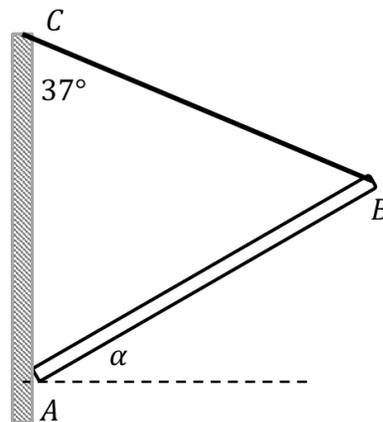

Fig. 4.12.
4.6.- Una barra homogénea de $90 (N)$ de peso y $3 (m)$ de longitud se mantiene en equilibrio apoyada por su extremo A sobre una pared rugosa. Su extremo B está unido a un cable fijo a la pared en el punto C, cuya longitud es $4.7 (m)$ y formando un ángulo de 37° como muestra la Fig. 4.12.